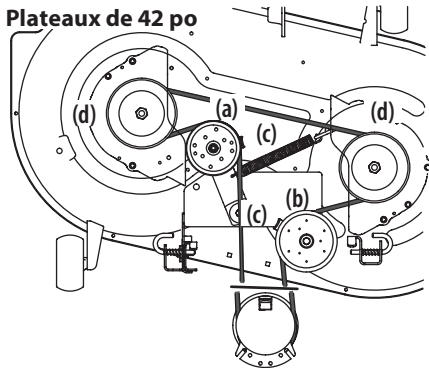
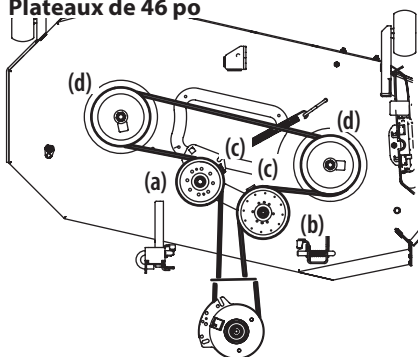
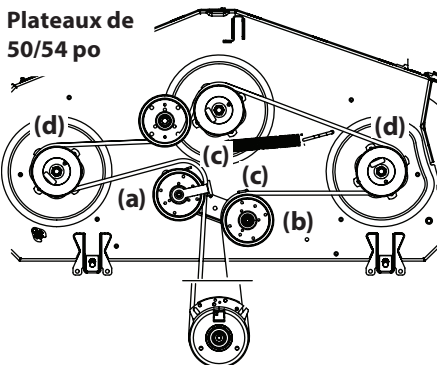
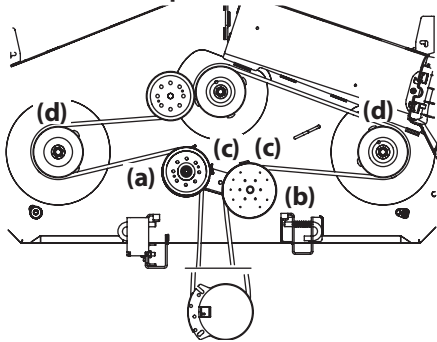

Figure 47
Figure 48
Figure 49
Figure 50
2. Desserrez, mais ne retirez pas le matériel du galet tendeur droit (a) et gauche (b). Consultez la Figure 47 pour les plateaux de 42 pouces, la Figure 48 pour les plateaux de 46 pouces, la Figure 49 pour les plateaux de 50 et 54, et la Figure 50 pour les plateaux 60 pouces.